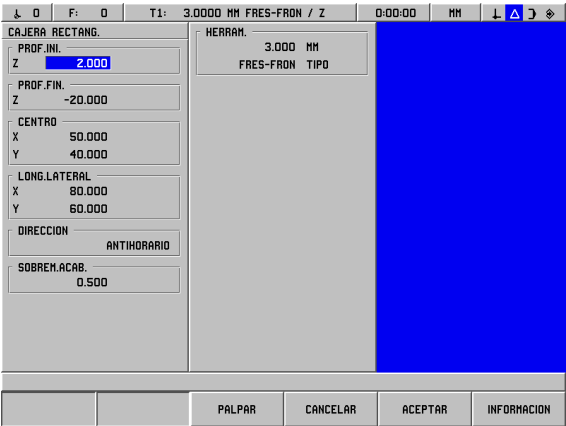
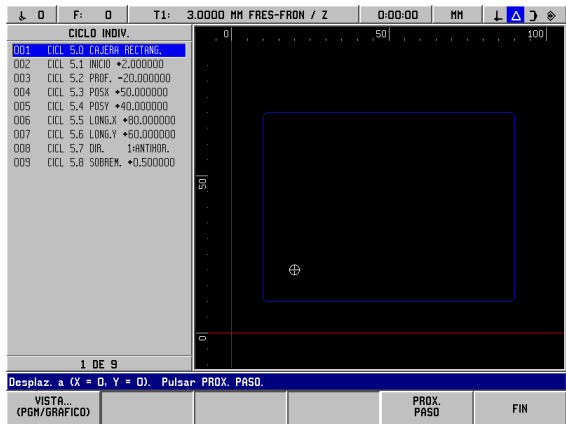

Fig. I.39 Ejemplo de programa CAJERA RECTANGULAR
Fig. I.40 Gráfico de programa CAJERA RECTANGULAR
**Ejemplo de programa: Fresado de cajera rectangular. Véase Fig. I.39 & Fig. I.40.**